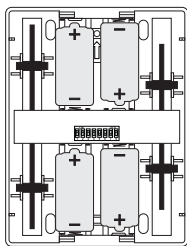

Abb.8
2. Legen Sie 4 x 1.5 V LR14 C Alkaline-Batterien ein und achten Sie auf korrekte Polarität (Abb.8).